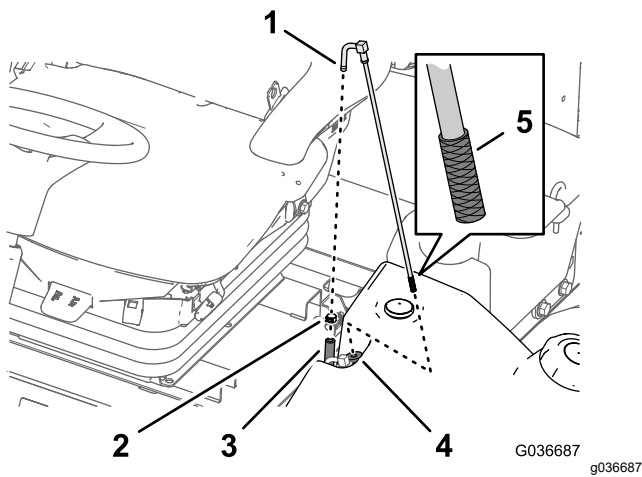

Bild 90
1. Entfernen Sie die Schlauchklemme, mit der der Kraftstoffzulaufschlauch am Anschlussstück des Kraftstoffansaugschlauchs befestigt ist (**Bild 90**).
2. Schließen Sie den Schlauch vom Anschlussstück ab (Bild 90).
3. Nehmen Sie den Kraftstoffansaugschlauch vom Kraftstofftank ab (Bild 90).
4. Reinigen Sie das Sieb am Ende des Kraftstoffansaugschlauchs (Bild 90).
5. Stecken Sie den Kraftstoffansaugschlauch durch die Gummibüchse in den Kraftstofftank (Bild 90).